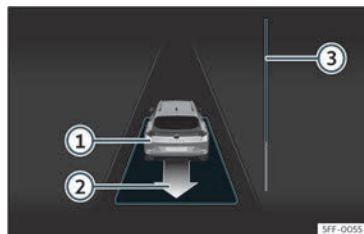

Fig. 174 A la pantalla del quadre d'instruments: sortir de l'aparcament d'un forat en línia.
- Retrocediu fins que soni el senyal continu del ParkPilot; **O BÉ**: feu marxa enrere fins que a la pantalla del quadre d'instruments aparegui la indicació de fer marxa endavant. La barra de progrés»» **fig. 174**  indica la distància que cal recórrer»» pàg. 280.